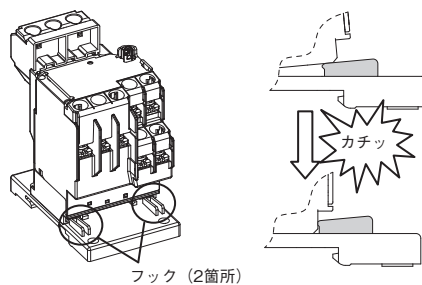

図2
- ③ サーマルリレーを矢印の方向に押し込み、サーマルリレー下部が単独設置ユニットのフック2箇所にはまっていることを確認してください（図2）。